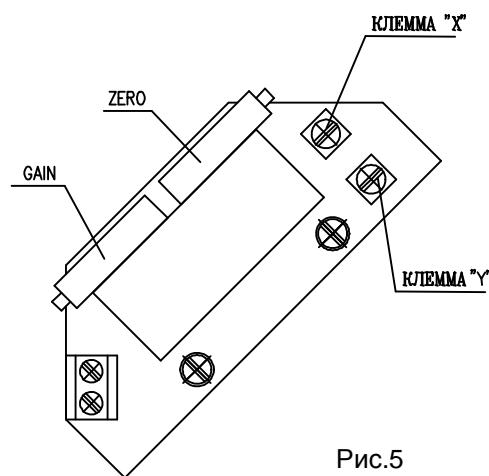

Рис.5
4.4.1 EPV - 2-проводниковое включение (рис.5)
- Установите датчик сопротивления на основании инструкций в предыдущей главе так, что величину сопротивления измеряйте на клеммах X-Y (рис.5). (употреблен датчик с сопротивлением 100Ω)
- Поворачиванием устанавливающего триммера ZERO (рис.5) установите величину выходного сигнала тока, измеряемого на клеммах 81-82, на величину 4 mA.
- Поворачиванием устанавливающего триммера GAIN (рис.5) установите величину выходного сигнала тока, измеряемого на клеммах 81-82, на величину 20 mA.